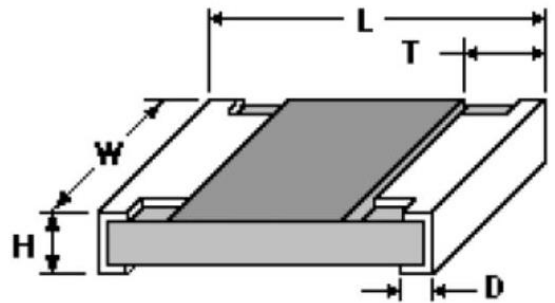

Рис.4. Розміри чип-резисторів
6. Розглянемо створення посадкового місця для резистора вручну. Резистор знаходиться у корпусі 0805, відповідні розміри можна подивитись на Рис.4.